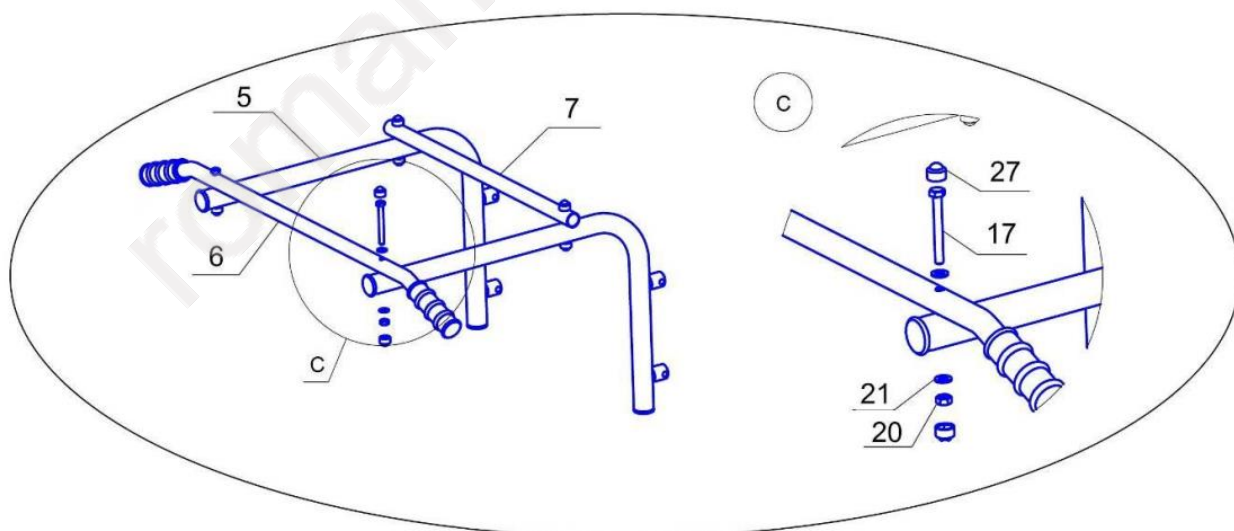

Rys.5
5.5.6 Dokończ montaż rozporowy za pomocą śruby poz.18. Wypoziomuj drabinkę, dokręć na sztywno wszystkie szczelnie, z odpowiednią siłą uważając aby nie zdeformować elementów plastikowych. **ZABRANIA SIĘ WYKRĘCAĆ ŚRUBĘ POZ.18 WIĘCEJ NIŻ NA 70mm!** (patrz rys.5). Po zainstalowaniu drabinki dokręć nakrętkę kontruującą poz.19.